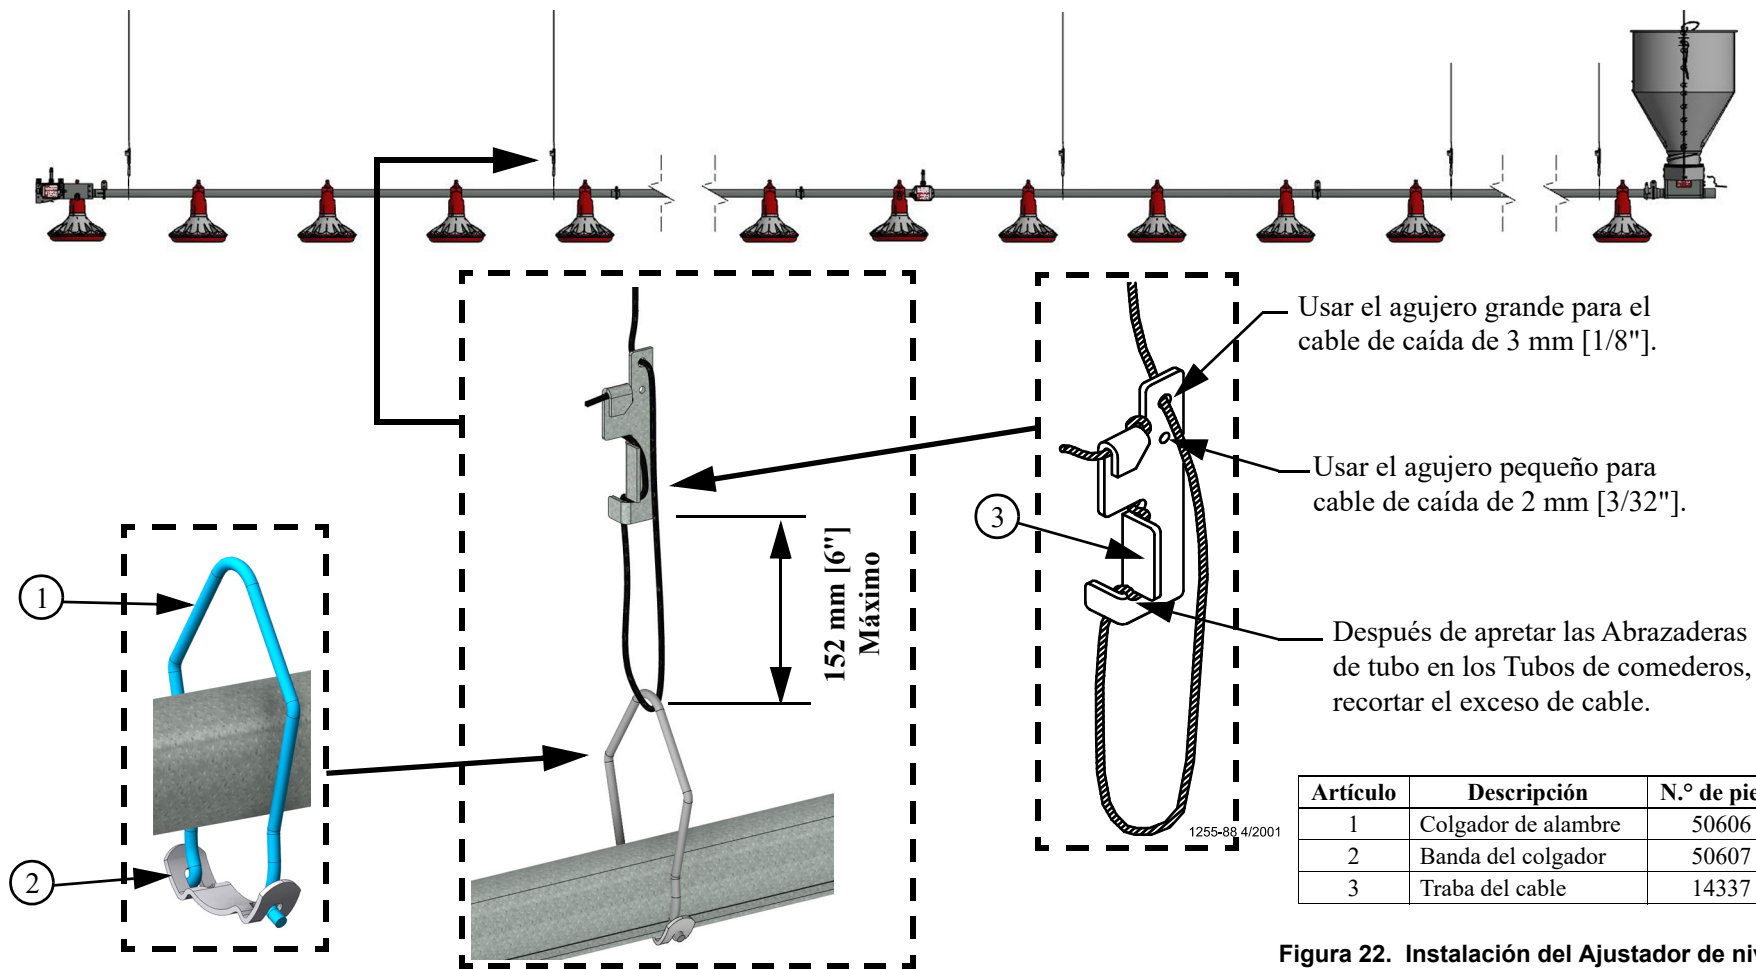

Figura 22. Instalación del Ajustador de nivel
1. Instalar los Colgadores de alambre (**Artículo 1**) utilizando las Bandas del colgador (**Artículo 2**) en los Tubos de la línea de alimento a las distancias de 8 pies [2,4 m] determinadas por las líneas de caída de la suspensión como se muestra en **Figura 22**.